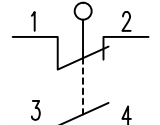

Рис. 2. Схема подключения путевого выключателя
5. Схема подключения путевого выключателя приведена на рис. 2;